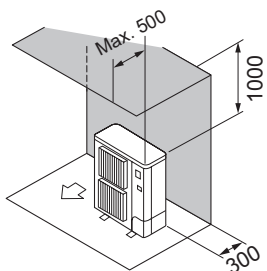

Fig. 2-8
- ② Solo ostacoli posteriori e superiori (Fig. 2-8)